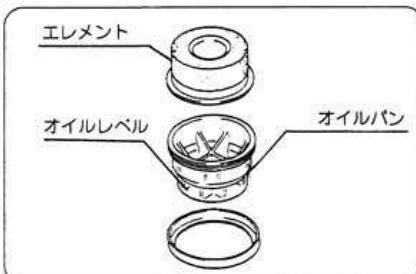

図32
(図32)
- ③ オイルパンはよく洗浄し、新しいエンジンオイル (SC級以上) をレベルまでいれてください。(図32)